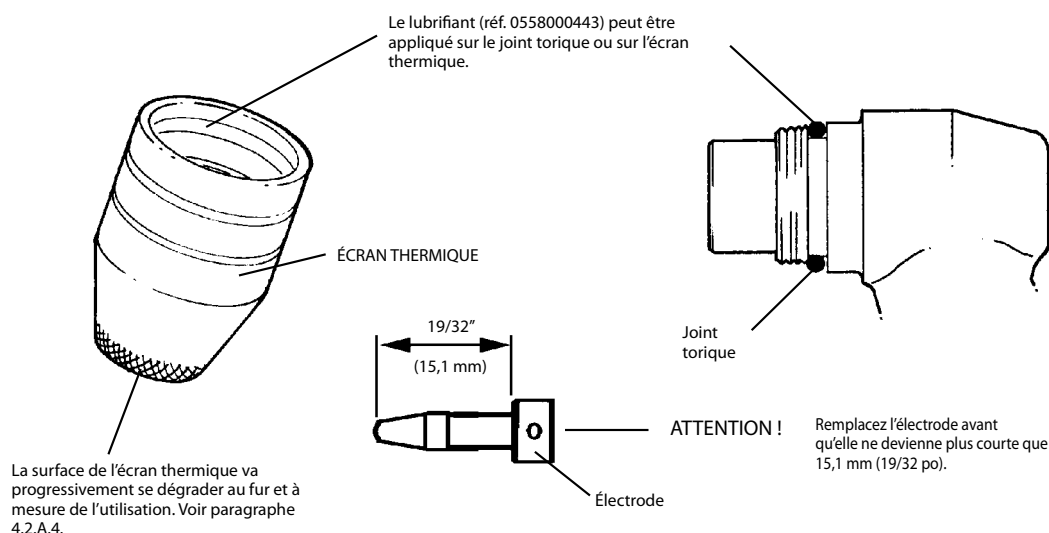

Figure 4-1. Entretien du joint torique, de l'électrode et de l'écran thermique
3. Électrode : voir la figure 4-1 pour plus de détails sur l'entretien de l'électrode.
4. Écran : la chaleur et les éclaboussures de métal fondu vont progressivement éroder la face de l'écran. Remplacez-le si l'érosion de la face est supérieure à 3,2 mm (1/8 po). Voir la figure 4-1.
6. Joint torique : Lubrifiez selon la figure 4-1 et remplacez si coupé ou usé. Toute fuite d'air au-delà de ce joint va réduire les performances de découpe.